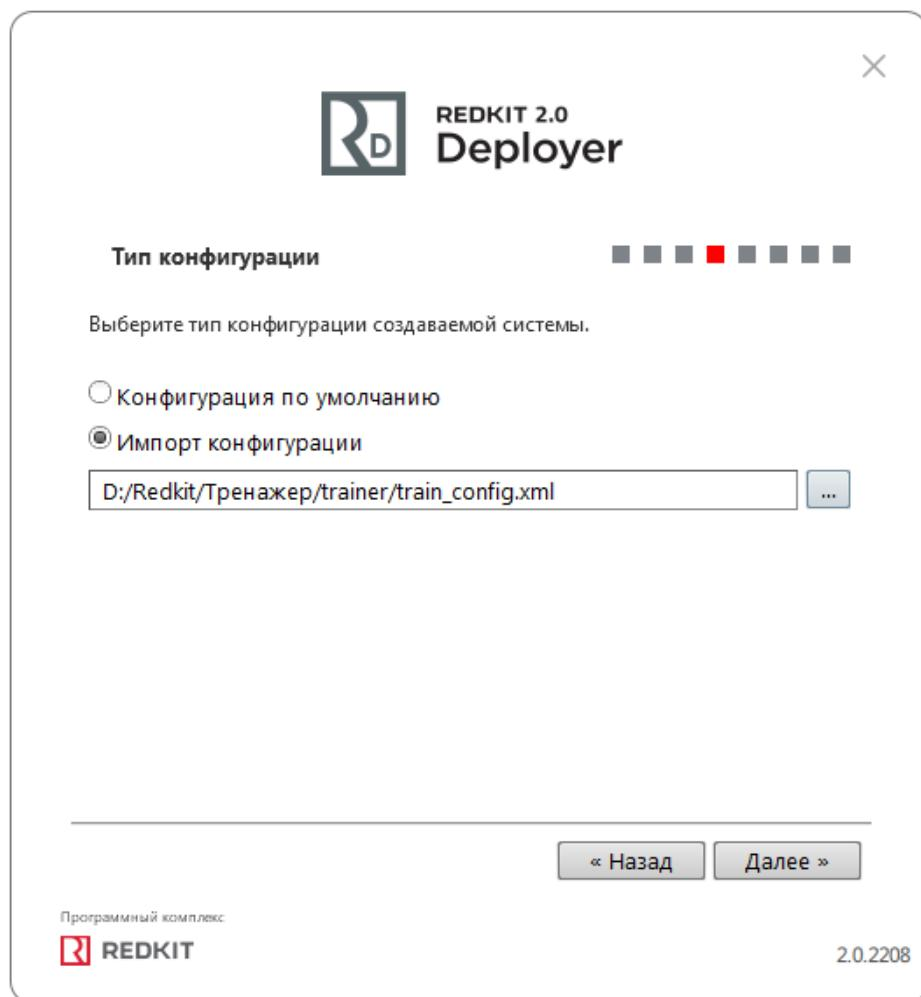

Рисунок 194 - Импорт конфигурации
- На этапе выбора типа конфигурации выберите **Импорт конфигурации** и загрузите xml-файл конфигурации (Рисунок 194).